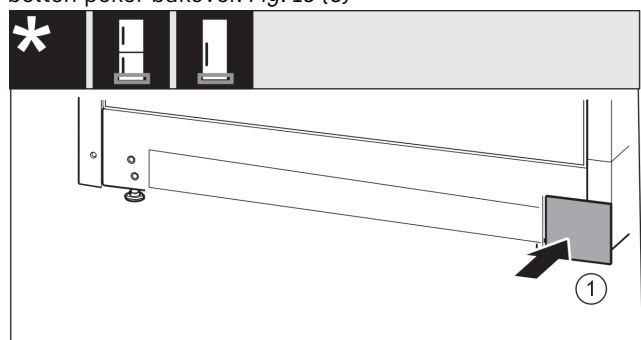

Fig. 14
- ▶ Sett på dekselet på den andre siden igjen. Fig. 14 (1)